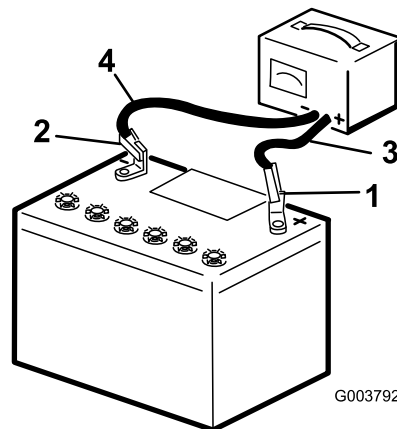

Рисунок 44
3. Подсоедините положительный провод зарядного устройства к положительному штырю аккумулятора (Рисунок 44).
4. Подсоедините отрицательный провод зарядного устройства к отрицательному штырю аккумуляторной батареи (Рисунок 44).
- После полной зарядки аккумулятора отсоедините зарядное устройство от источника электропитания и штырей аккумулятора (Рисунок 44).